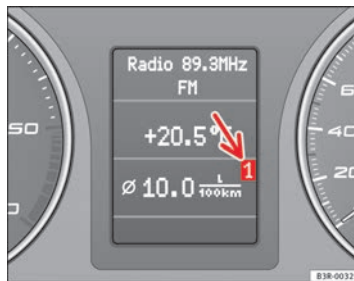

Abb. 59 Bordcomputer: Speicherebene 1
Welche Speicherebene gerade im Display angezeigt wird, können Sie anhand der dargestellten Nummer ⇒ **Abb. 59** erkennen. Die Daten des Einzelfahrt-Speichers (Bordcomputer 1) werden angezeigt, wenn im Display eine **1** erscheint. Erscheint eine **2**, werden die Daten des Gesamtfahrt-Speichers (Bordcomputer 2) angezeigt. ▶
- Die Reset-Taste **B** so lange antippen, bis der Bordcomputer (Speicherebene 1 oder 2) im Display ⇒ Seite 87, Abb. 59 erscheint.